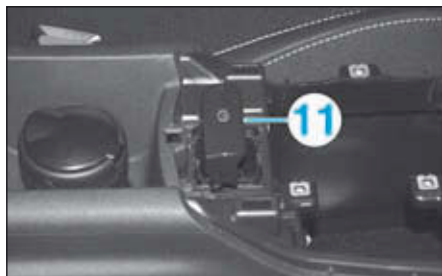

FIG.10
- Dégrafer, débrancher et déposer la commande de frein de stationnement (11) (Fig.10).